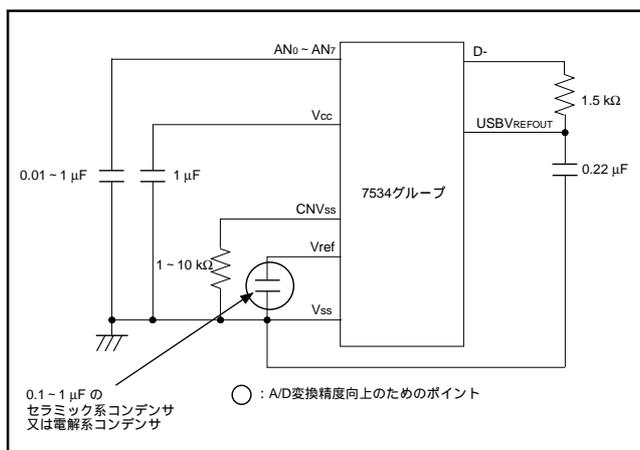

図50 . A/D変換精度向上のためのポイント
- (1) USB HOST側からバスパワー^(*)を得るシステムで、USB通信中にA/D変換の精度が安定しない場合があります。そこで、より安定したA/D変換精度を得るためのポイントとして、Vref - Vss端子間に図50のように部品を取り付けることで、より安定した精度が期待できます。